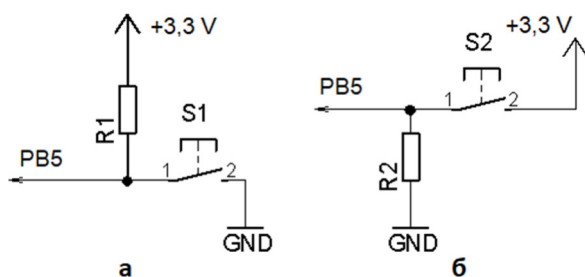
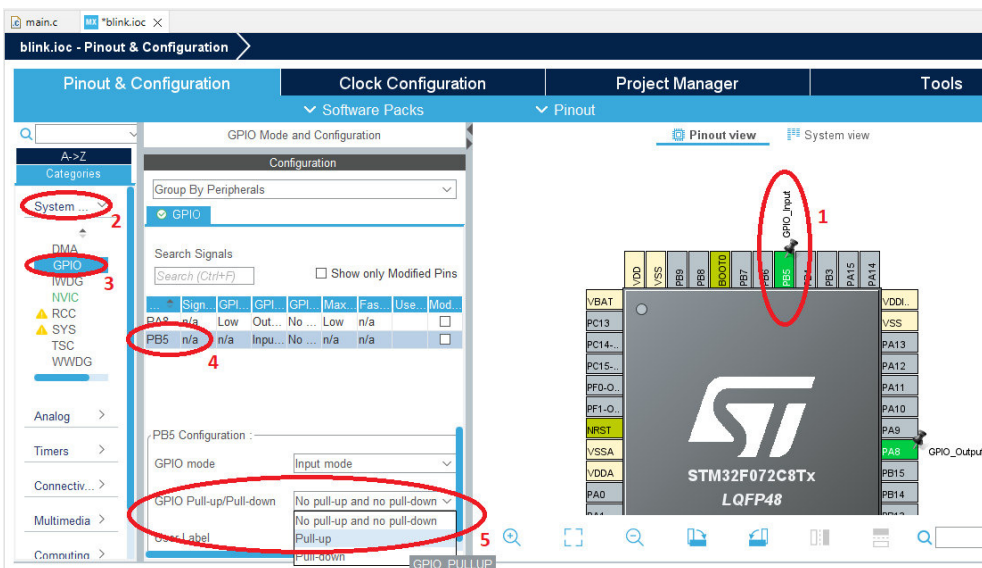

Рис. 3.2. Схеми підключення кнопок до мікроконтролера: а) з підтяжкою до напруги живлення; б) з підтяжкою до потенціалу землі
Рис. 3.3. Налаштування контакту PB5 як входу з підтяжкою до напруги живлення
Підключення кнопок та світлодіодів до мікроконтролера STM32F072C8T6 здійснюється за тими ж схемами (рис. 3.2), що й AVR-мікроконтролерів (див. лабораторну роботу 1).
2. Підключити кнопку до контакту PB5 (контакт INT на групі контактів GY-521) та налаштувати підтяжку до напруги живлення (рис. 3.2, а). Для цього в іос-файлі двічі клацнути по контакту PB5, обрати режим GPIO_Input (рис. 3.3).